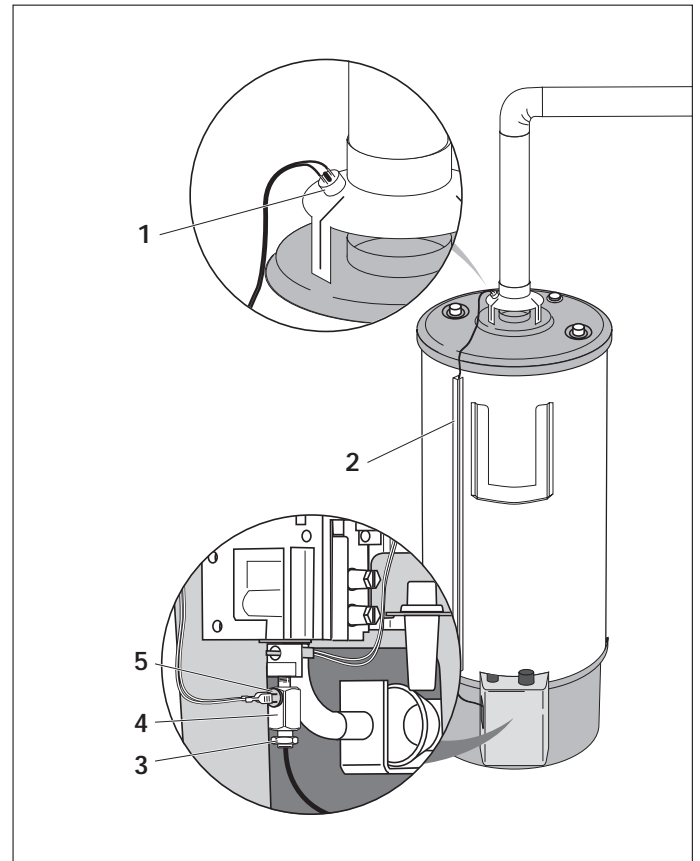

Abb. 7 Abgasanschluß
- Befestigen Sie den Temperaturfühler (Abb. 7, Position 1) außen auf der Strömungssicherung.
- Kleben Sie den Kabelkanal (Abb. 7, Position 2) auf die Geräteverkleidung.
- Schrauben Sie die Überwurfmutter (Abb. 7, Position 3) des Thermoelementes aus dem Anschlußstück an dem Gasregelblock heraus.
- Schrauben Sie die Kupplung (Abb. 7, Position 4) in das Anschlußstück.
- Stecken Sie den Stecker (Abb. 7, Position 5) des Temperaturfühlers in die Kupplung.
- Schrauben Sie die Überwurfmutter (Abb. 7, Position 3) des Thermoelementes in die Kupplung.